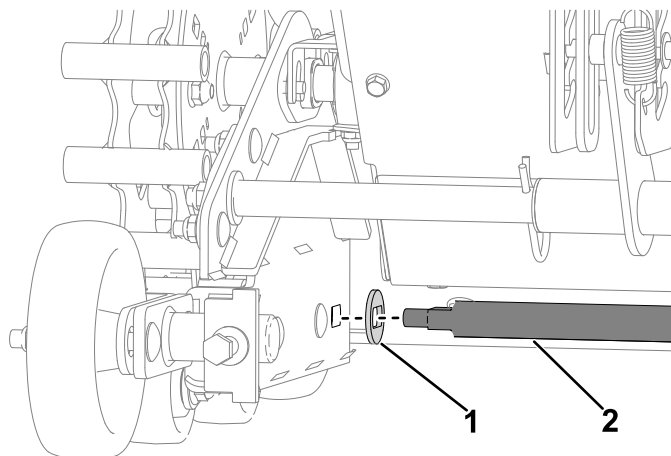

Figura 32
- Instale as duas anilhas especiais na nova barra articulada. Instale a nova barra articulada com as anilhas especiais nos conjuntos de lagartas e placa de suporte, prenda com duas novas porcas de bloqueio ($\frac{3}{8}$ pol.) (Figura 32).